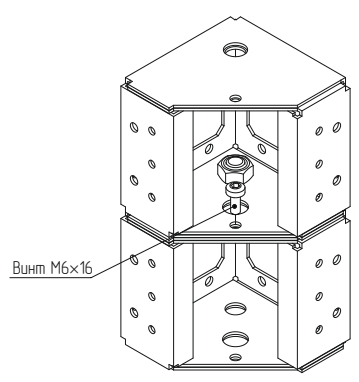

Рисунок 10
4.4.2 Зафиксировать углы цоколя от проворачивания с помощью винта M6×16 (рисунок 10). Момент затяжки – 7 Н·м.